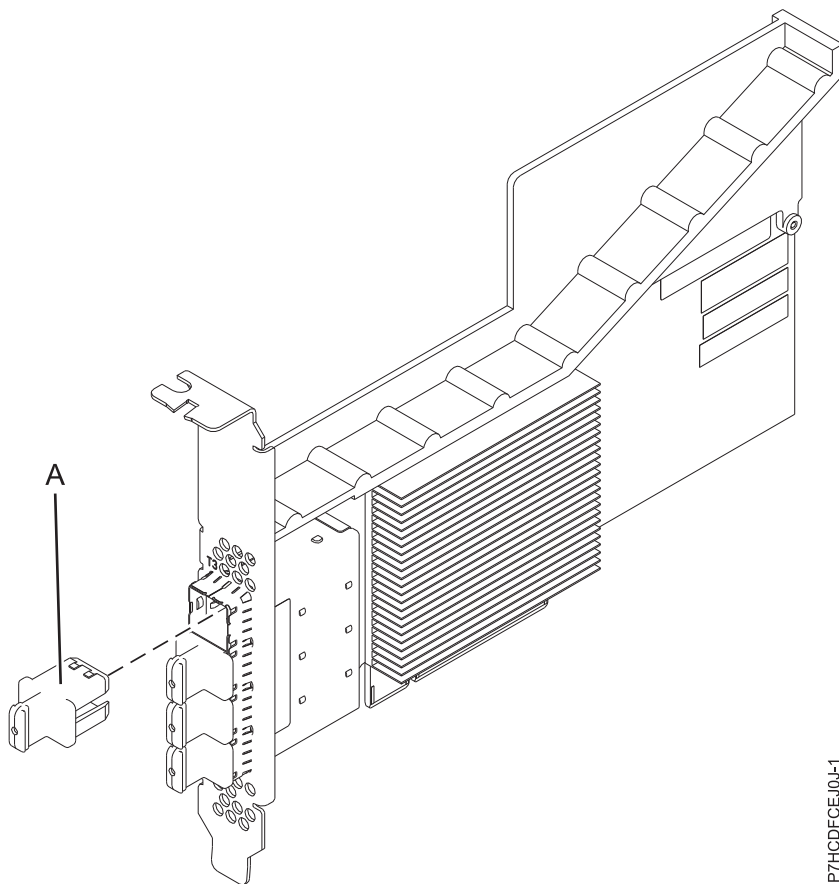

図 11. PCIe3 RAID SAS アダプター
PCIe3 RAID SAS クワッド・ポート 6 Gb アダプターは、PCI Express (PCIe)、第 3 世代、RAID SAS アダプターで、ロー・プロファイル、ショート・フォーム・ファクターですが、フルハイトの取り付け用にパッケージ化されています。このアダプターは、高性能で高密度のシリアル接続 SCSI (SAS) アプリケーションに使用されます。これは、4 つの mini SAS 高密度 (HD) x4 コネクターを使用して SAS ディスクおよび SAS テープの接続をサポートし、これによって物理リンクをさまざまな狭幅ポートおよび広幅ポート構成で使用できるようになります。SAS テープの接続は、単一アダプター構成でのみサポートされ、同じアダプター上で SAS ディスクと混用することはできません。アダプターは、書き込みキャッシュを備えていません。38 ページの図 11 は、PCIe3 RAID SAS クワッド・ポート 6 Gb アダプターを示しています。
38 ページの図 11 はアダプターを示しています。コネクター・プラグ (A) は、空白ポートに取り付けて、隣接したポート・コネクターのケーブルが差し込まれたり取り外されたりした場合のそのポートの損傷を防ぎます。